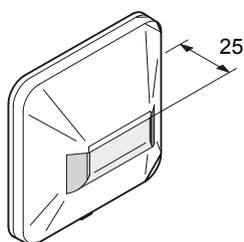
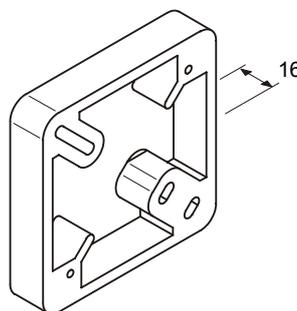
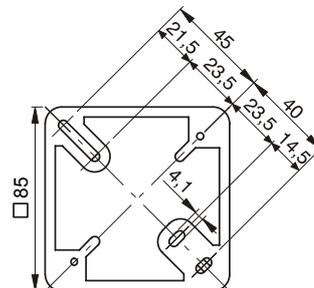

Fig. 2
Fig. 7
Fig. 8
- DJ1192 (Fig. 2) for surface mounting with or without the AI330 adapter frame (Fig. 7).
1. Mount the adapter frame (Fig. 7, Fig. 8) on the wall or box with 2 screws (ø max. 4 mm). The distance between mounting holes can be chosen as required according to the box used.
- DJ1192 (Fig. 2) für Aufputzmontage mit oder ohne Zusatzrahmen AI330 (Fig. 7)
1. Der Zusatzrahmen (Fig. 7, Fig. 8) wird mit 2 Schrauben \varnothing max. 4 mm auf die Wand oder Dose montiert. Je nach Dose kann die Schraubendistanz beliebig gewählt werden.
- DJ1192 (Fig. 2) pour montage saillant avec ou sans cadre supplémentaire AI330 (Fig. 7)
1. Fixer le cadre supplémentaire (Fig. 7, Fig. 8) sur la paroi ou la boîte au moyen de 2 vis \varnothing max. 4 mm. La distance entre les vis peut être choisie conformément à la boîte.